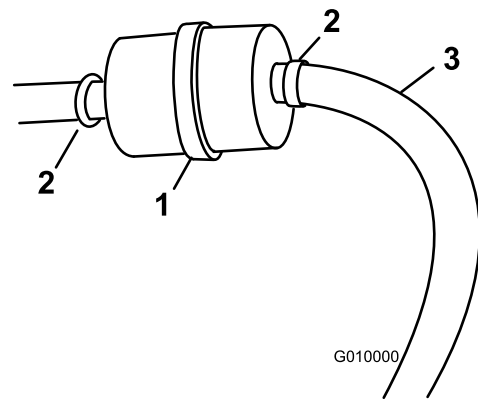

Bild 51
3. Lösen Sie die Schlauchklemmen und schieben Sie sie vom Filter weg (Bild 51).
5. Setzen Sie einen neuen Filter auf die Schläuche auf und ziehen Sie die Schlauchklemmen fest (Bild 51).
3. Lockern Sie die Schlauchklemme am Kraftstofffilter und schieben Sie sie an der Kraftstoffleitung weg vom Kraftstofffilter (Bild 51).
4. Schließen Sie die Kraftstoffleitung vom Kraftstofffilter ab (Bild 51).
Hinweis: Lassen Sie das Benzin in einen Benzinkanister oder eine Auffangwanne ablaufen (Bild 51).
6. Schieben Sie die Schlauchklemme ganz an den Kraftstofffilter heran, um die Kraftstoffleitung zu befestigen (Bild 51).